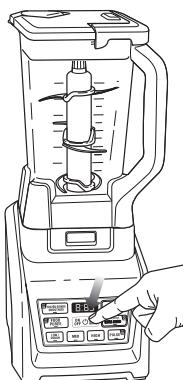

Fig. 8
- 13** Une fois la consistance réalisée, appuyez sur le bouton d'alimentation pour arrêter l'appareil, et attendez que les lames cessent de tourner. (Fig. 8)